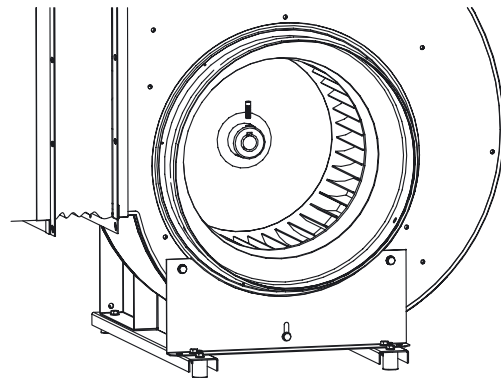

Fig. 4.10 GTLF-1-020...050 Retirez la fixation du moyeu et la roue de l'arbre moteur.
- Retirez les vis de fixation du moyeu (Fig. 4.10 et 4.11).